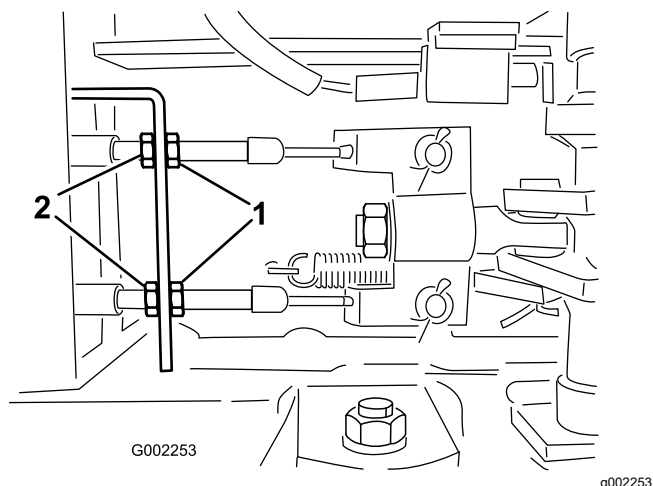

Figure 137
5. Desserrez les écrous de blocage avant sur les câbles de frein, sous l'extrémité avant du pulvérisateur (Figure 137).
6. Serrez les écrous de blocage arrière uniformément jusqu'à ce que la pédale s'enfonce de 1 à 2 cm avant que vous sentiez une résistance (Figure 137).